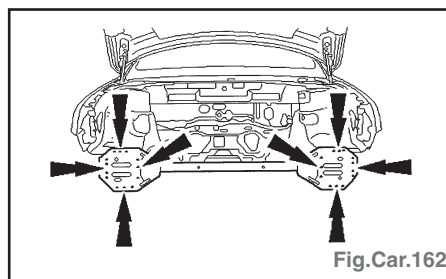

Fig.Car.162
- Fraiser les points de soudure (Fig. Car.162).